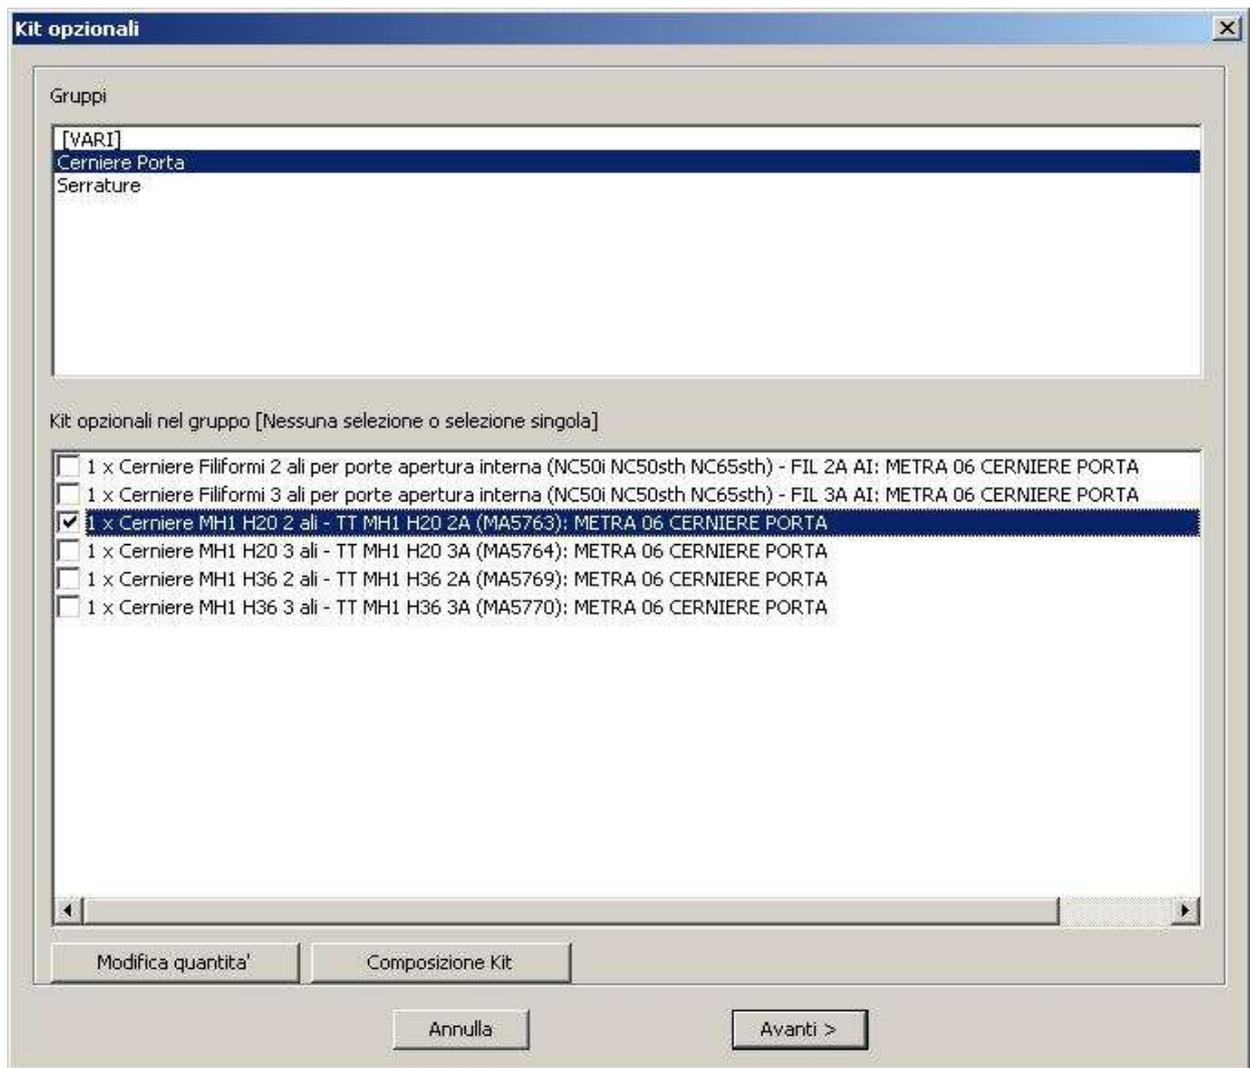

Fig. 09: Scelta kit opzionali
- Scelta kit opzionali (Fig. 09)